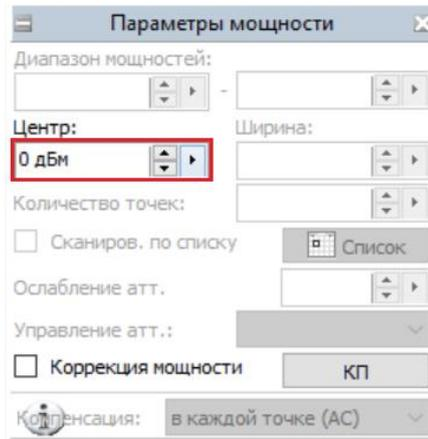

Рисунок 4. Задание мощности зондирования.
5. В панели управления «Параметры мощности» установить мощность зондирования, рис. 4. **Несмотря на то, что проводится измерение пассивного устройства, следует помнить, что необходимо устанавливать мощность зондирования, учитывая максимально допустимый уровень входного сигнала для датчика КСВ и детекторной головки.**